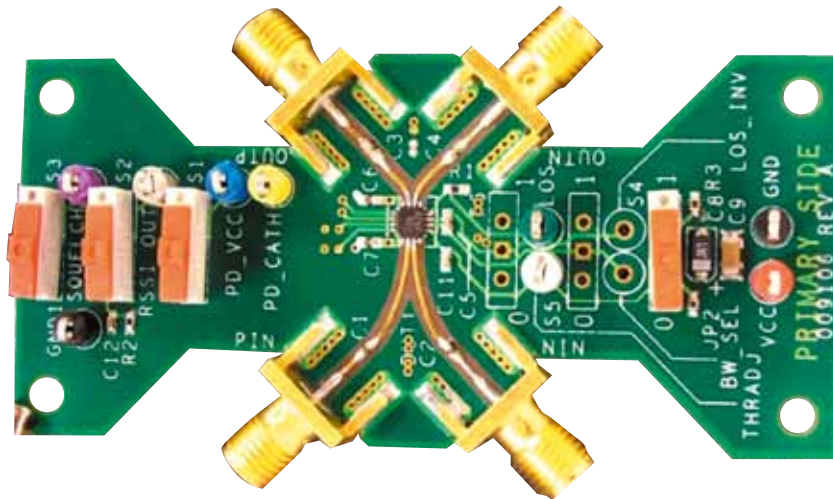

图1. ADN2891评估板的开关出厂默认设置
请参照图1,了解以下每个步骤。
1. 将S1至S4的开关调到图1所示的出厂默认设置,其中开关S3通过接地禁用静噪功能。S1和S2设置RSSI功能,S4设置LOS阈值电阻(默认设置为100 kΩ)。